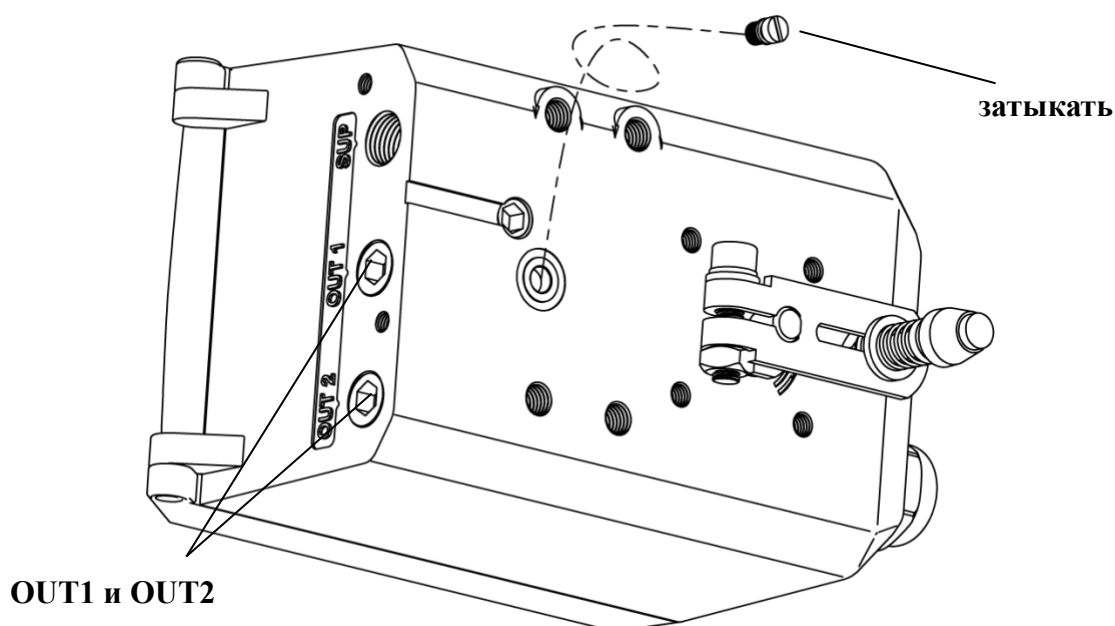

Рис. 29. Принципиальная схема вилки и воздуховыпускного отверстия.
- С помощью отвертки с плоским лезвием снимите заглушку с порта нетрубопроводного подключения на задней части корпуса и используйте заглушку 1/4 дюйма, чтобы заблокировать выпускные отверстия для воздуха OUT1 и OUT2. Как показано на рис. 29.